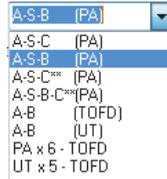

Figura 4-36 Elenco dei layout disponibili
2. Nell'elenco dei layout disponibili, selezionare il più pertinente (vedi Figura 4-36 a pagina 137).